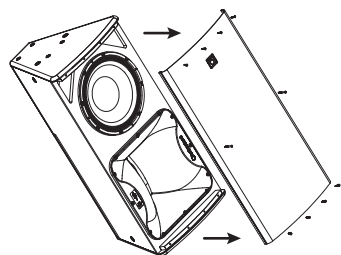

Fig. 1
2. Entfernen Sie die 10 Posi-Drive-Schrauben, die das Gitter halten, und legen Sie das Gitter beiseite (Abb. 1).
14. Bringen Sie das Gitter wieder an (Abb. 1) und überprüfen Sie die Phase des Gehäuses vor der Verwendung.